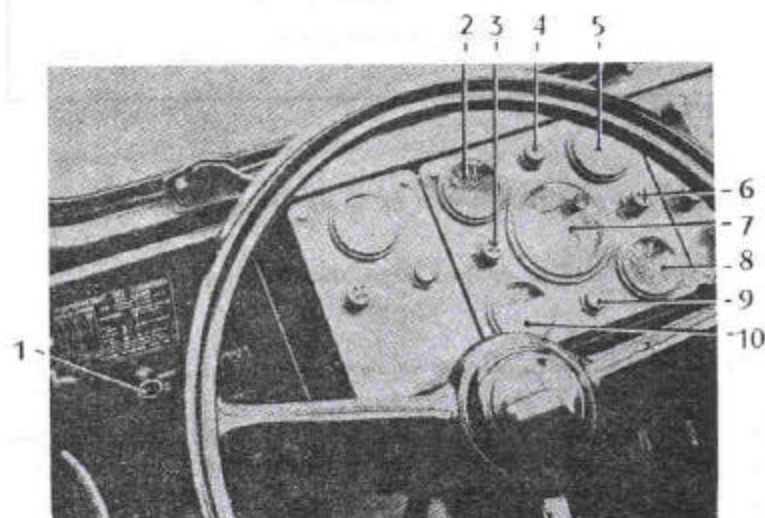

Fig. 3. — Tableau de bord (partie de gauche)
b. *Tirette de climatisation (1, fig. 3).*
- l'indicateur de pression d'huile : 0 à 6 bars (2, fig. 3);
- le voyant rouge occultable de pression d'huile (3, fig. 3);
- l'indicateur de température d'eau (5, fig. 3);
- le voyant rouge occultable de température d'eau (6, fig. 3);
- l'indicateur de vitesse avec compteur totalisateur et compteur journalier dont la remise à zéro s'effectue par bouton moleté sur cadran (7, fig. 3);
- l'ampèremètre indiquant le débit de la dynamo (10, fig. 3);
- l'indicateur de niveau de carburant (8, fig. 3);
- les deux éclaireurs de tableau (4 et 9, fig. 3).
b. Tirette de climatisation (1) à trois positions (1, fig. 3) :